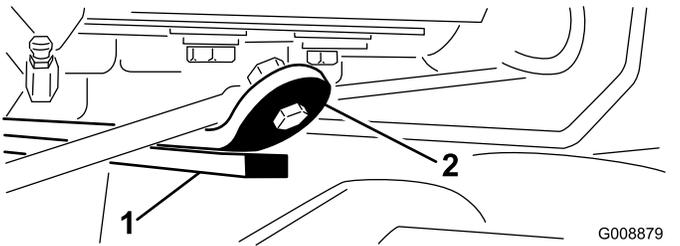

图28
3. 如 图28 所示启动发动机升起提升臂检查并确保后滚刀组耐磨棒顶部的耐磨带与缓冲带之间的间隙介于 0.512.54mm 之间。